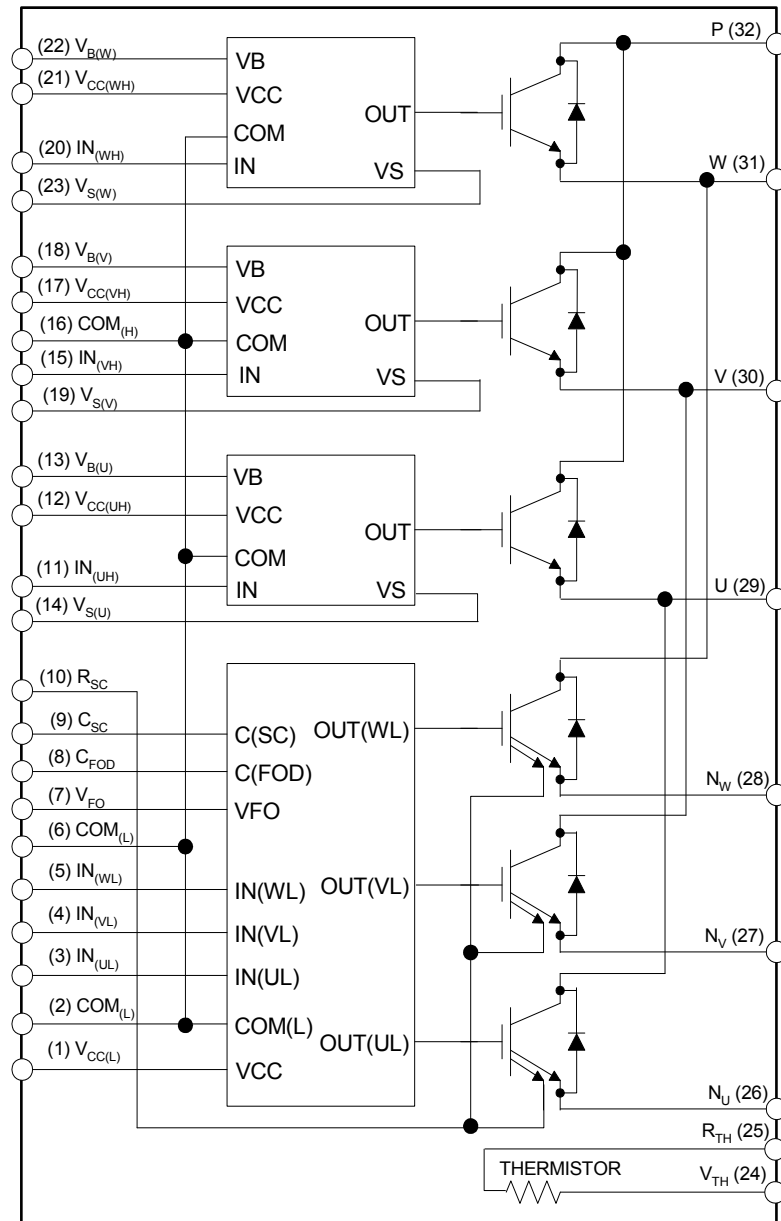

图 3. 内部框图
- 600V - 50 A IGBT 逆变器，适用于三相 DC / AC 功率转换（请参阅图 3）